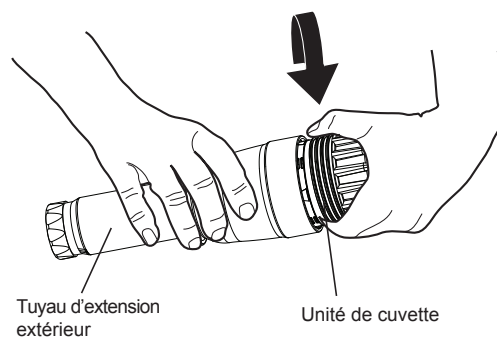

Figure 5
3. Dévissez l'unité de la cuvette. (Voir la Figure 5).